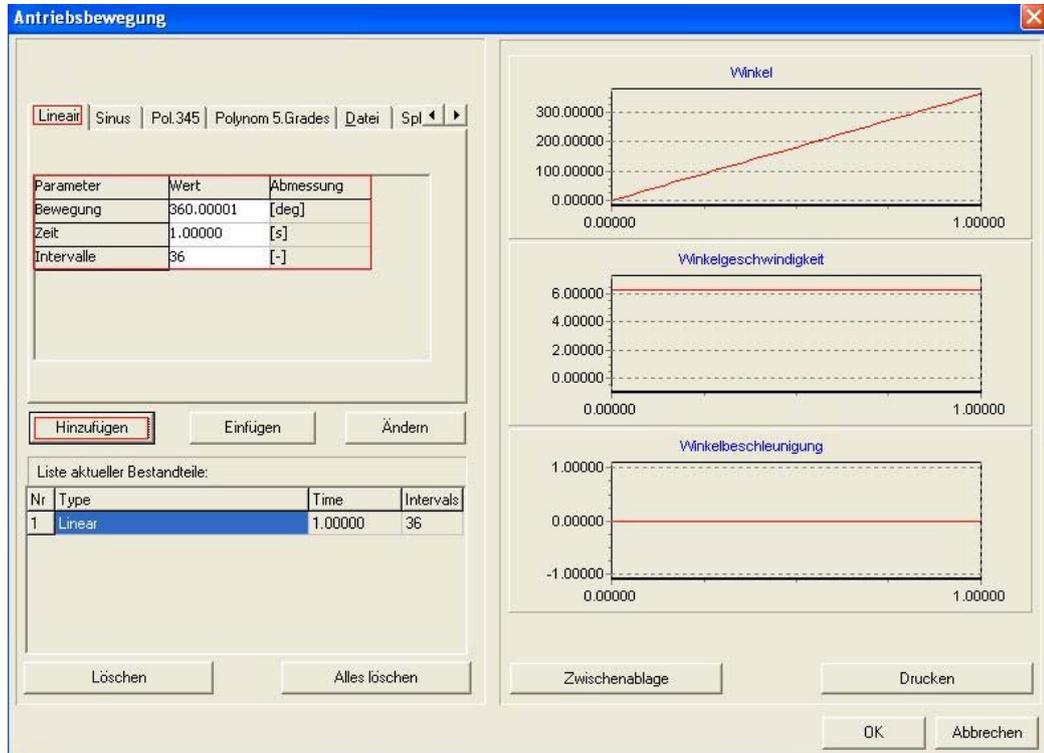

Abb. 5: Antriebseinstellungen
10. Antriebseigenschaften einstellen gemäß Abbildung 5 → hinzufügen → OK